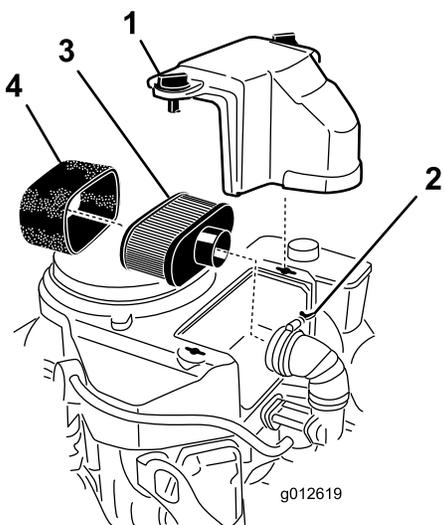

図 37
3. エアクリーナを外したときエンジン内部に異物が入らないよう、周辺をきれいに拭く(図 37)。
4. エアクリーナのカバーのノブのねじをゆるめてカバーを外す 図 37。
5. エアクリーナのホースクランプをゆるめてエアクリーナアセンブリを外す 図 37。
6. ペーパーエレメントからスポンジエレメントを注意深く取り外す(図 37)。
1. ペーパーエレメントにスポンジエレメントを注意深く取り付ける(図 37)。
2. エアクリーナのベースまたはホースにエアクリーナアセンブリを取り付けて固定する 図 37。
3. エアクリーナのカバーを取り付け、ノブを締め付けて固定する(図 37)。